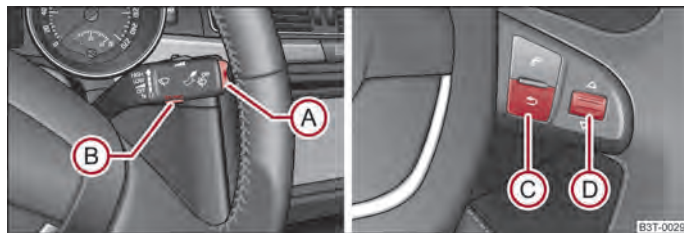

Fig. 6 Indicador multifunción: Elementos de mando en la palanca del limpiaparabrisas/elementos de mando en el volante multifunción
La conmutación de la memoria se efectúa mediante la tecla **(B)** ⇒ fig. 6 en la palanca del limpiaparabrisas o mediante la tecla **(D)** del ⇒ fig. 6 volante multifunción.
La tecla basculante **(A)** ⇒ fig. 6 y la tecla **(B)** se encuentran en la palanca del limpiaparabrisas. La conmutación y reposición se efectúa en el volante multifunción por medio de la rueda moleteada **(D)** ⇒ fig. 6.
tecla basculante **(A)** en la palanca de limpiacristales  $\Rightarrow$  fig. 6 o la tecla **(C)** en el volante multifunción  $\Rightarrow$  fig. 6 se reproducirá la función que se ha visto como última.
En la pantalla aparece el tiempo de marcha desde la última vez que se borró la memoria. Cuando desee medir el tiempo de marcha a partir de un momento determinado, deberá poner en ese momento preciso la memoria a cero, pulsando para ello la tecla **(B)** de la palanca del limpiaparabrisas  $\Rightarrow$  fig. 6 o la rueda moleteada **(D)** del volante multifunción  $\Rightarrow$  fig. 6 durante más de 1 segundo.
Cuando desee medir el consumo medio a partir de un periodo determinado, deberá poner la memoria a cero al principio de la medición accionando la tecla **(B)** de la palanca del limpiaparabrisas  $\Rightarrow$  fig. 6 o la rueda moleteada **(D)** del volante multifunción  $\Rightarrow$  fig. 6. Tras borrarla, en la pantalla aparecerán guiones en los primeros 100 metros recorridos.
En el display aparece el kilometraje recorrido desde la última vez que se borró la memoria  $\Rightarrow$  página 14. Cuando desee medir el kilometraje recorrido a partir de un momento determinado, deberá poner la memoria a cero en ese momento preciso con la tecla **(B)**  $\Rightarrow$  fig. 6 de la palanca del limpiaparabrisas o la rueda moleteada **(D)** del volante multifunción  $\Rightarrow$  fig. 6.
El display indica la velocidad media en km/h desde la última vez que se borró la memoria → página 14. Cuando desee medir la velocidad de marcha media durante un periodo determinado, deberá poner la memoria a cero al principio de la medición, accionando la tecla **(B)** de la palanca del limpiaparabrisas → fig. 6 o la rueda moleteada **(D)** del volante multifunción → fig. 6.
- Seleccione con la tecla **(A)** de la palanca del limpiaparabrisas → fig. 6 o con la ruedecilla moleteada **(D)** del volante multifunción → fig. 6 el punto de menú **Advertencia en caso de sobrepasar la velocidad**.